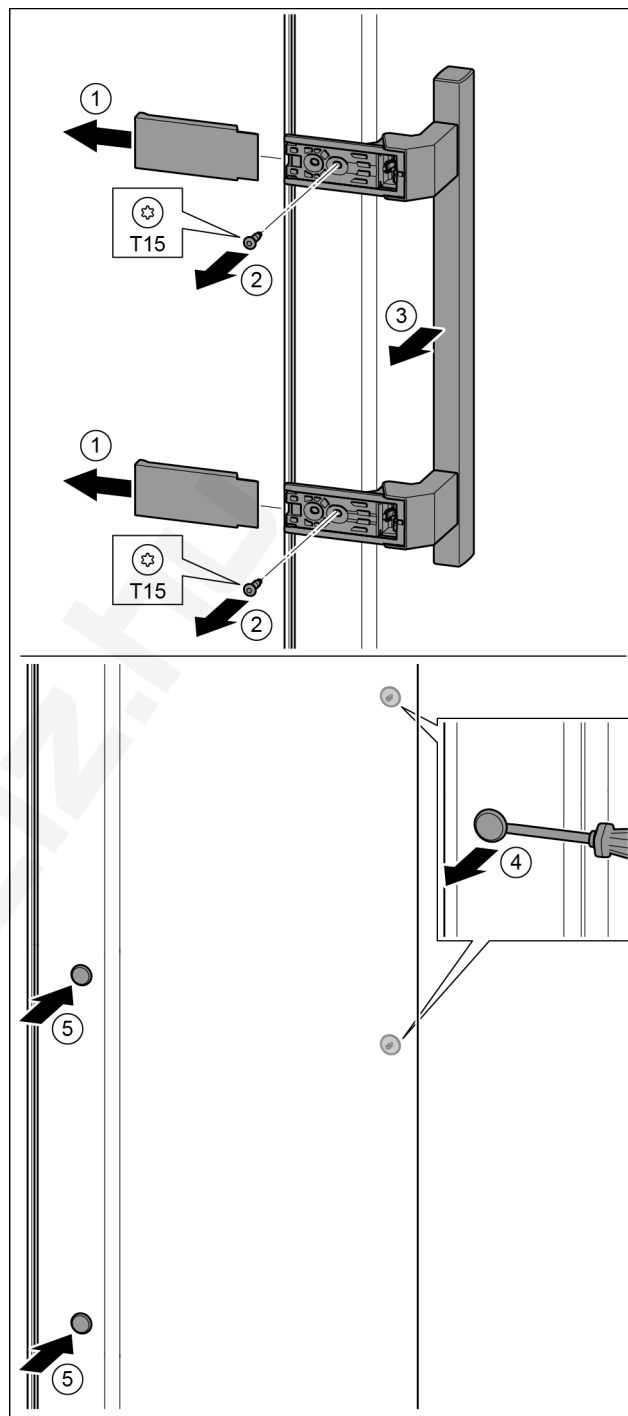

Fig. 15
- Húzza le a fedelet. Fig. 15 (1)
- T15 csavarhúzóval tekerje ki a csavarokat. Fig. 15 (2)
- Vegye le a fogantyút. Fig. 15 (3)
- Az oldalsó dugókat egy csavarhúzóval óvatosan emelje meg és húzza ki. Fig. 15 (4)
- A dugókat helyezze be a másik oldalon. Fig. 15 (5)